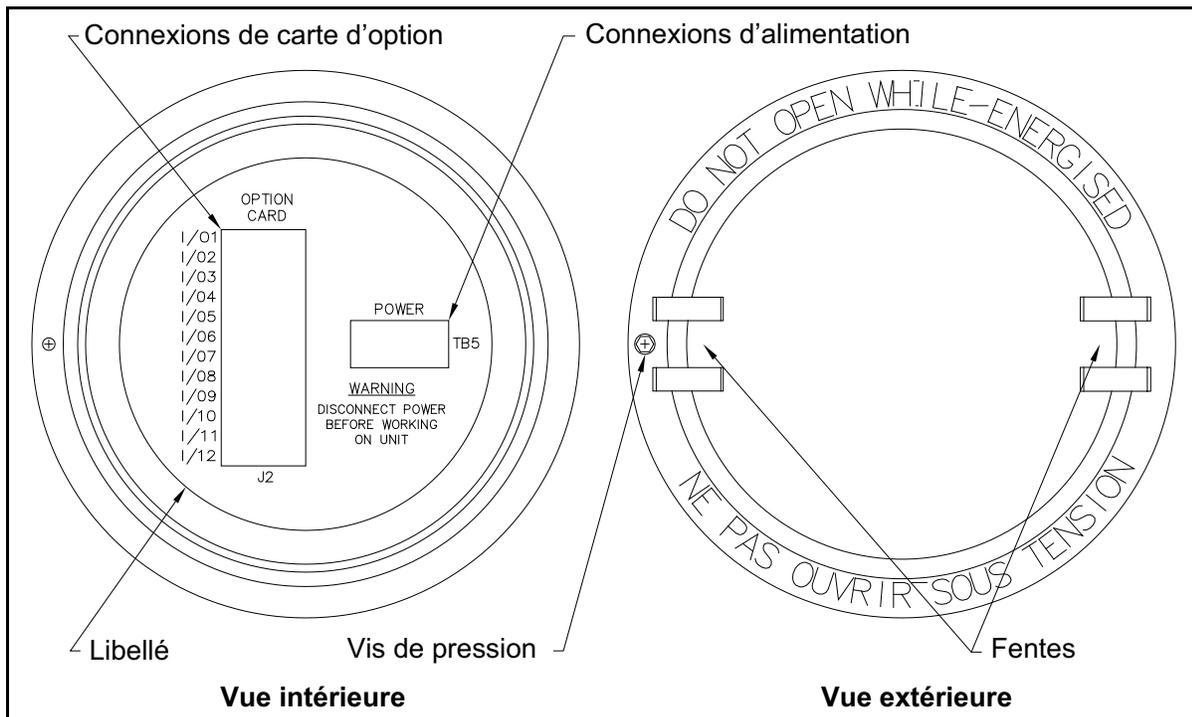

Figure 3: Cache arrière avec étiquettes de raccordement
Reportez-vous à la *Figure 3 à la page 6* et préparez le modèle XMT868i au câblage en procédant comme suit :
3. Repérez l'emplacement du bornier à 12 broches (J2) sur la Figure 10 à la page 23, et câblez la carte d'option comme indiqué sur l'étiquette située à l'intérieur du cache arrière (reportez-vous à la *Figure 3 à la page 6* et à la *Figure 11 à la page 24*). Fixez le serre-câble.